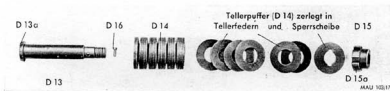

Abb. 17: MG 81; Puffereinrichtung; Einzelteile
- Puffereinrichtung (Abb. 17)
Puffereinrichtung (Abb. 17)